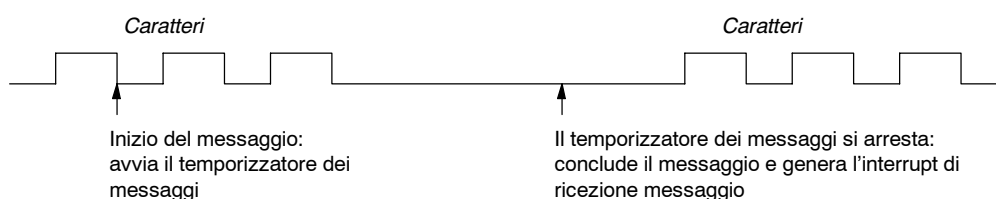

Figura 6-13 Utilizzo del temporizzatore di messaggi per concludere l'operazione Ricevi
3. *Temporizzatore messaggi*: il temporizzatore conclude il messaggio in un momento prestabilito dopo l'inizio del messaggio. Il temporizzatore si avvia non appena vengono soddisfatte le condizioni di inizio per la funzione di ricezione messaggio. Il temporizzatore si arresta quando supera il numero di millisecondi specificati in SMW92 o SMW192 (vedere la figura 6-13).